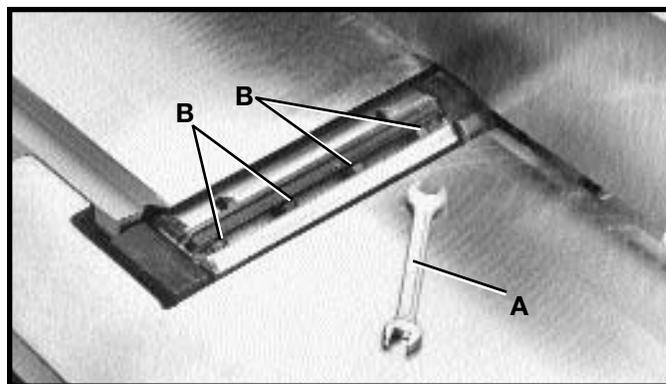

Fig. 57
3. Utilizando la llave (A) Fig. 57, afloje ligeramente los tres tornillos de cierre (B) en cada ranura de cuchilla al girar los tornillos (B) en el sentido de las agujas del reloj. Esto descarga la tensión en el cabezal de corte.
4. Afloje los tornillos (B) Fig. 57 más aún y quite la cuchilla junto con la barra de cierre de cuchillas.
Empuje la cuchilla hacia abajo lo más lejos posible y apriete los tornillos (B) Fig. 57, haciendo girar cada una contra el sentido de las agujas del reloj sólo lo suficiente como para sujetar cada cuchilla en su sitio. Reponga los dos cuchillos restantes en la misma manera.